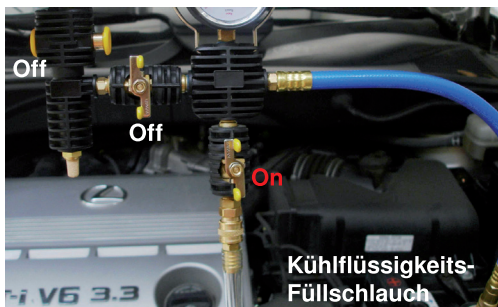

Bild 9
- Umschalter Nr.6 in Position „ON“ drehen, so dass das Kühlmittel ins Kühlsystem eingesaugt werden kann (s. Bild 9).